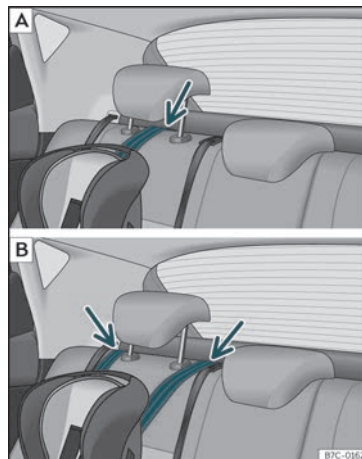

Fig. 26 Bancos traseiros: ajuste e montagem em função do cinto Top Tether.
- Coloque a corria por baixo do encosto de cabeça do banco traseiro >>> **Fig. 26** (em função das instruções da própria cadeira, levante ou retire o encosto de cabeça, se for necessário).